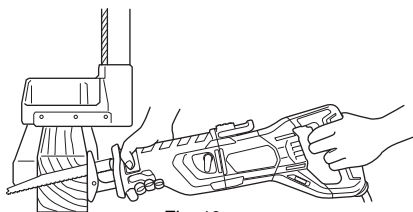

Fig. 18
(1) Lors de la coupe de bois, s'assurer que la pièce est solidement fixée avant de commencer. (Fig. 18)